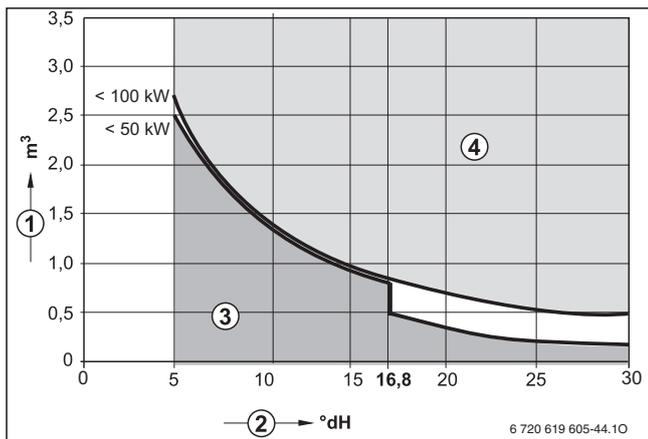

Bild 6 Anforderungen an Füllwasser für Einzelgeräte bis 100 kW
- Ausschließlich unbehandeltes Leitungswasser verwenden (Diagramm in Bild 6 dabei berücksichtigen).
Zur Überprüfung der zugelassenen Wassermengen in Abhängigkeit der Füllwasserqualität dient das Diagramm in Bild 6.
- Wenn die tatsächlich benötigte Füllwassermenge größer ist als das Wasservolumen über die Lebensdauer ( $\rightarrow$  Bild 6), ist eine Wasserbehandlung erforderlich. Dabei nur durch Buderus freigegebene Chemikalien, Wasseraufbereitungsmittel o. Ä. einsetzen.